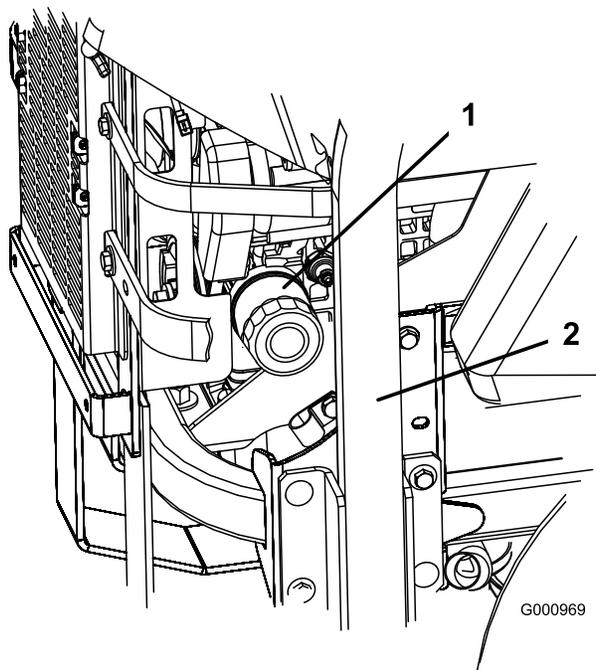
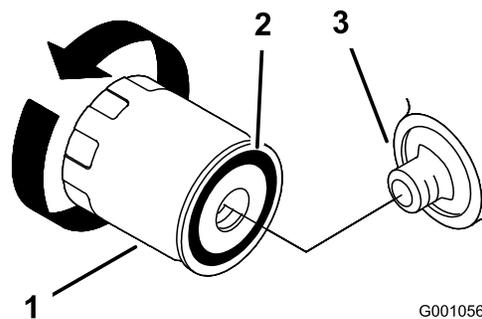

Figura 41
Figura 42
2. Girate il filtro in senso antiorario e toglietelo (Figura 41 e Figura 42).